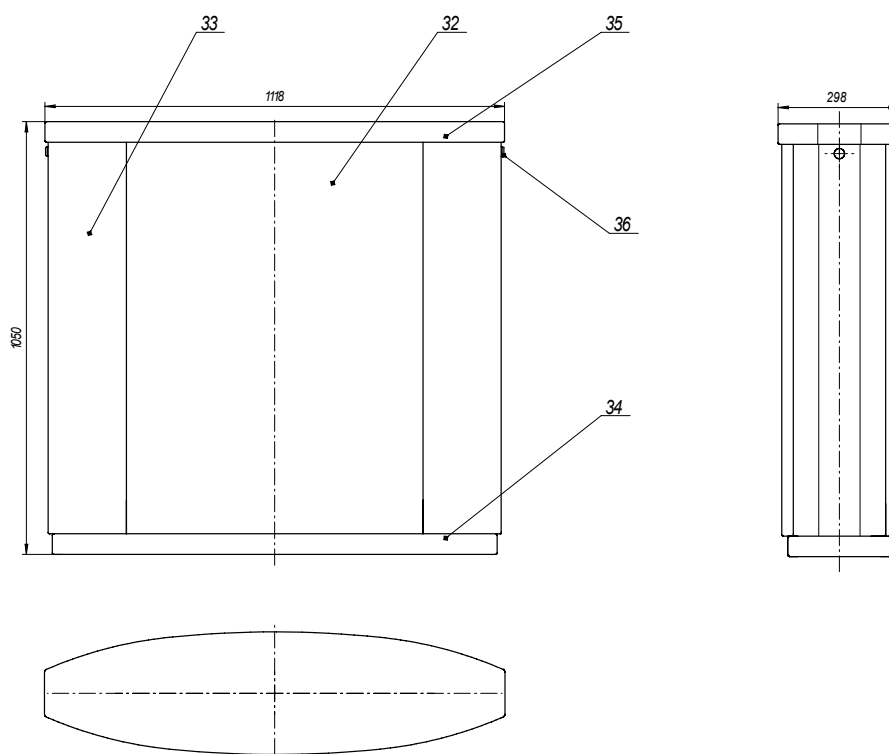

Рис.6
5.5 Конструкция пустой тумбы аналогична конструкции тумбы-турникета (см. рис.6). Тумба представляет собой сборный корпус, состоящий из двух центральных и двух боковых секций (32 и 33), скрепленных между собой и установленных на общем основании 34. Одна из центральных секций является съемной: она фиксируется на основании с помощью штифтов и крепится к боковым секциям двумя винтами. Сверху тумба закрывается крышкой 35, которая фиксируется с помощью двух замков 36.